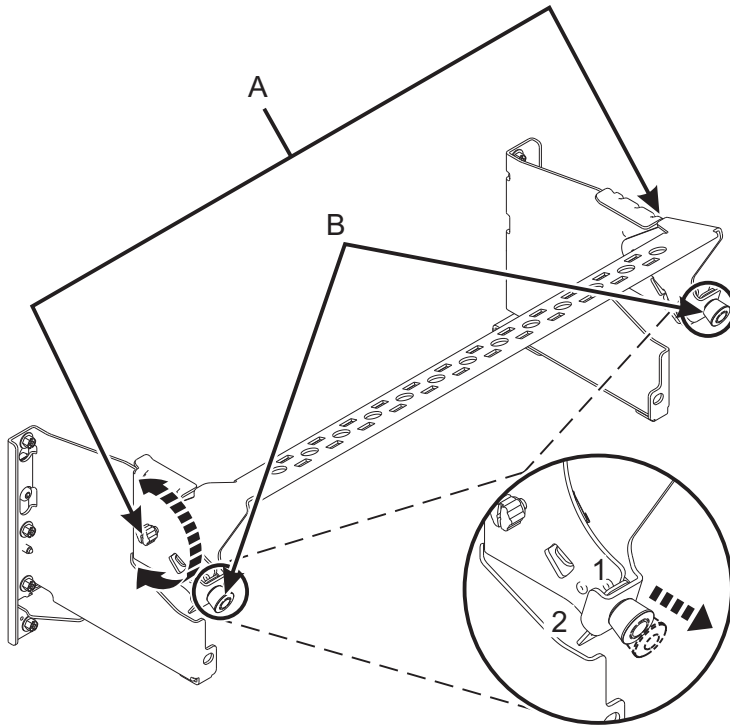

Figure 22. Placement du crochet de routage des câbles en position de maintenance
4. Placez le crochet de routage des câbles en position de maintenance. Voir figure 22, à la page 22.